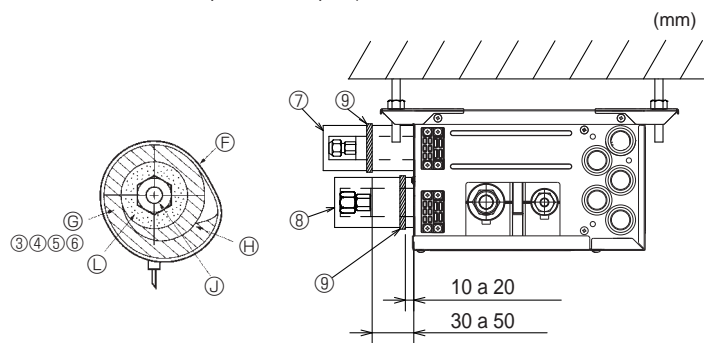
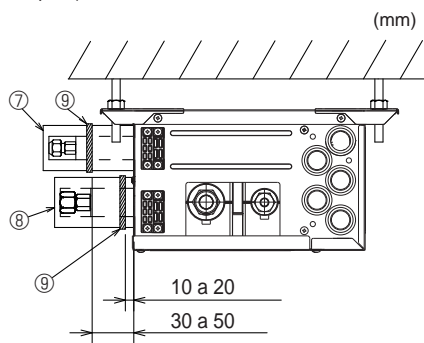

Fig. 7-3
Fig. 7-4
- (1) Rimuovere i dadi a cartella e i tappi dalla scatola delle derivazioni.
- (2) Svasare le estremità della tubazione dei liquidi e del gas e applicare olio per refrigerazione (non in dotazione) sulla sede svasata. Non applicare olio alle parte filettate.
- (3) Collegare immediatamente la tubazione per il refrigerante. Serrare sempre i dadi a cartella alla coppia indicata nella tabella seguente usando una chiave torsionometrica e una chiave doppia.
- (4) Premere i copritubo ③ e ⑤ sulla tubazione dei liquidi sull'unità e avvolgere per mantenere in posizione. (Fig. 7-3)
- (5) Premere i copritubo ④ e ⑥ sulla tubazione del gas sull'unità e avvolgere per mantenere in posizione. (Fig. 7-3)
- (6) Applicare le fascette in dotazione ⑨ a 10 - 20 mm da ogni estremità dei copritubo (③④⑤⑥).
- (7) Se l'unità interna non è collegata, inserire i copritubo in dotazione (con i cappucci, ⑦ e ⑧) nei raccordi della tubazione del refrigerante della scatola delle derivazioni, per impedire il gocciolamento di condensa dai tubi. (Fig. 7-4)
- (8) Bloccare in posizione i copritubo (⑦ ⑧) con le fascette in dotazione ⑨.
- ⓑ Fascetta ⑨
- ⓐ Copritubo ③④⑤⑥
► Usare le seguenti procedure per quei componenti della scatola delle derivazioni non collegati ad un'unità interna. (Fig. 7-4)
- (1) Per impedire perdite di refrigerante, assicurarsi che i dadi a cartella siano serrati alle coppie* specificate nella Tabella 3.
- (2) Per impedire la formazione di condensa, installare i copritubo ⑦ ⑧ e fissarli con le fascette in dotazione ⑨.